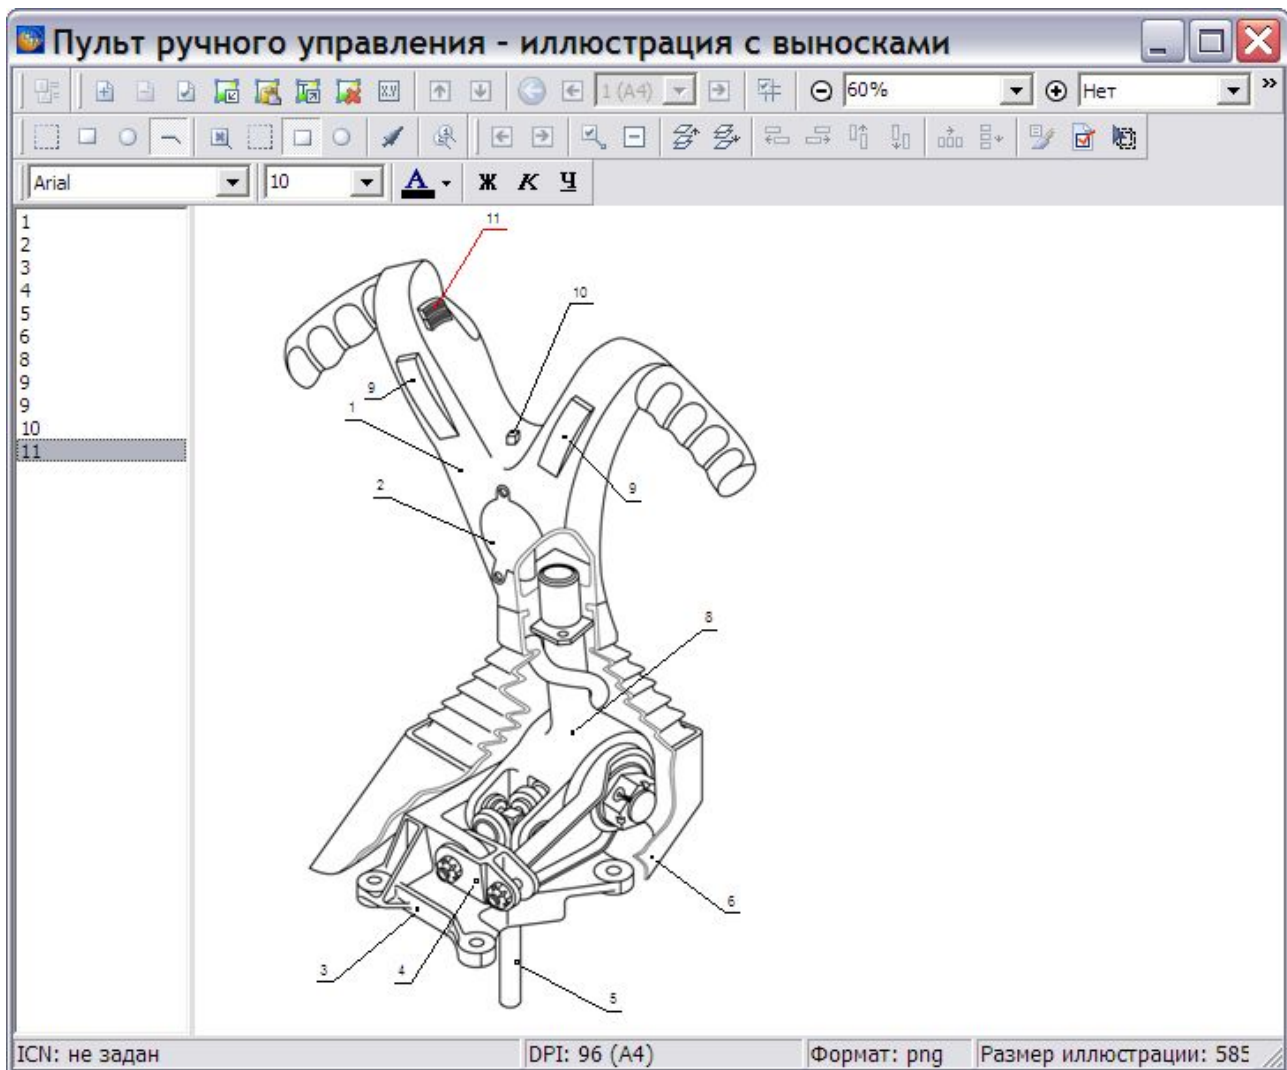

Рис. 4.48
4. Нажмите **ОК**. При этом изображение появится в окне создания иллюстраций (Рис. 4.48).
Расставьте выноски, как показано на Рис. 4.48. Подробно о расстановке выносок, а также об использовании всех инструментов смотрите в разделе 3.3.5 «Работа с иллюстрациями».